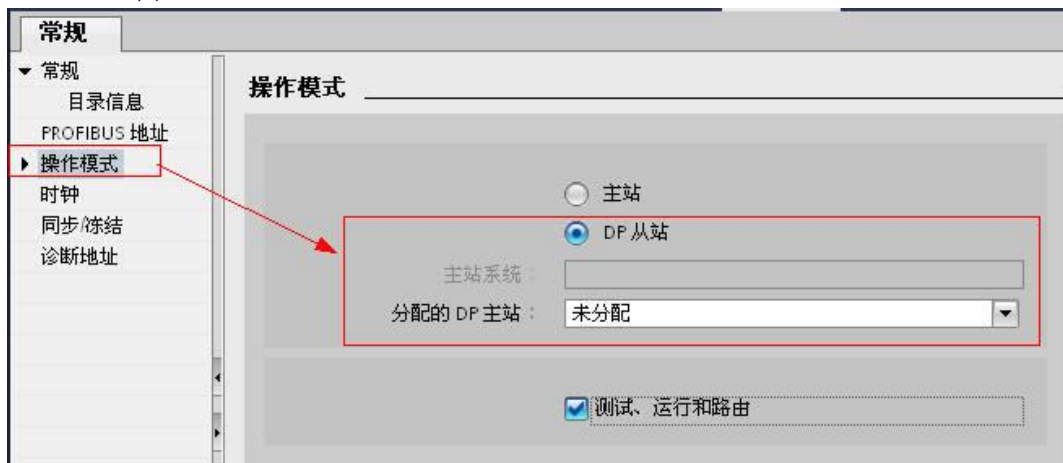

图 2-5 分配 DP 从站及网络
5) 工作模式: DP 从站,并分配到 PROFIBUS\_1, 如图 2-5 注意: 此时无 F 组态页面